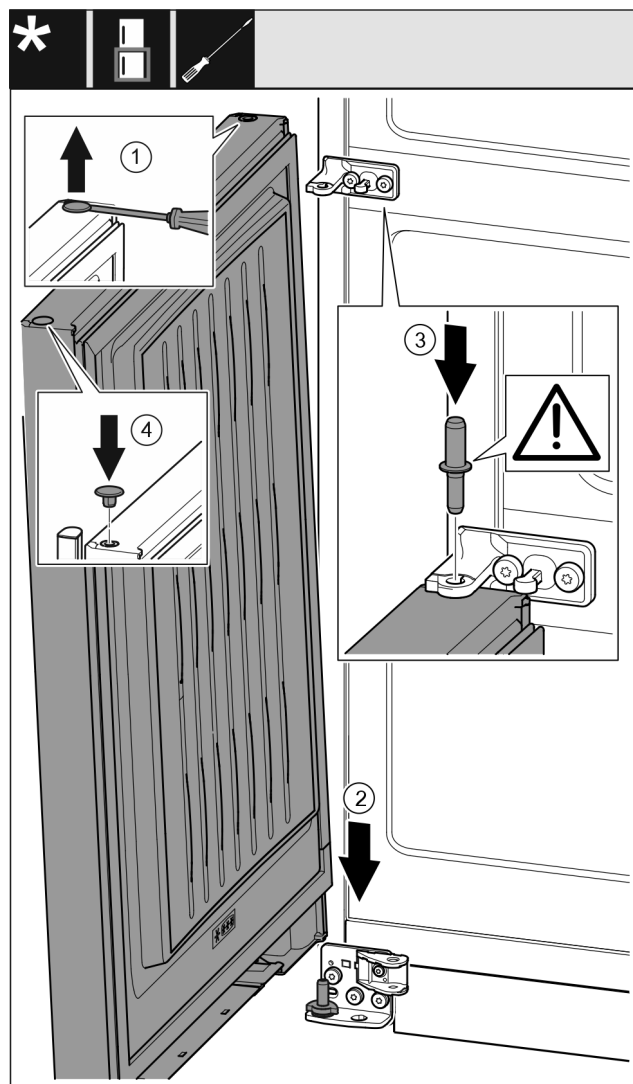

Fig. 57
- Sollevare il tappo Fig. 57 (1) con cautela con un cacciavite a intaglio ed estrarlo.
- Inserire la porta Fig. 57 (2) dall'alto sul perno di supporto inferiore.
- Inserire il perno di supporto centrale Fig. 57 (3) attraverso il blocco di supporto centrale nella porta inferiore. Facendo ciò assicurarsi che la camma di arresto sia rivolta all'indietro.
- Reinserire il tappo Fig. 57 (4) sull'altro lato della porta.